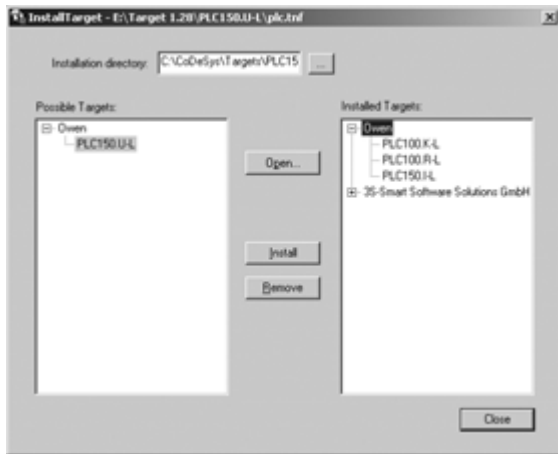

Рисунок 6.1 - Окно «InstallTarget» утилиты InstallTarget
- В открывшемся при запуске утилиты **InstallTarget** окне (рисунок 6.1) – нажать кнопку Open и указать путь доступа к инсталлируемому Target-файлу (имеющему расширение ***.tnf**, Target Information File). Target-файлы контроллеров OWEN ПЛК100 находятся на компакт-диске, поставляемом с контроллером, в папке «Target» или могут быть скачаны с сайта www.owen.ru. При скачивании с сайта папку с Target-файлами надо разархивировать и сохранить на жестком диске ПК.